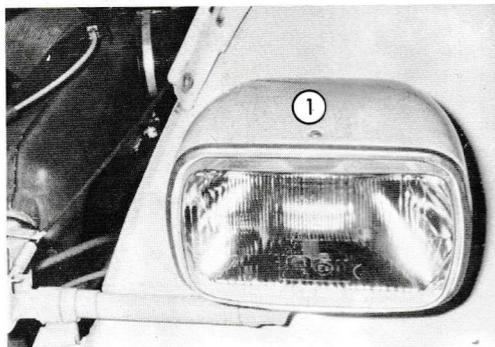

Abb. 39 – Scheinwerfer
Scheinwerfer/Abblendlicht/Fernlicht (Abb. 39 und 40) 12 V – 45/40 W.
- Haltetaschen (1 und 2) vor die weißen Plastikknöpfe (3 und 4) setzen; Scheinwerfer einsetz schwenken und ihn wieder auf den Scheinwerfer aufschrauben (Abb. 39).